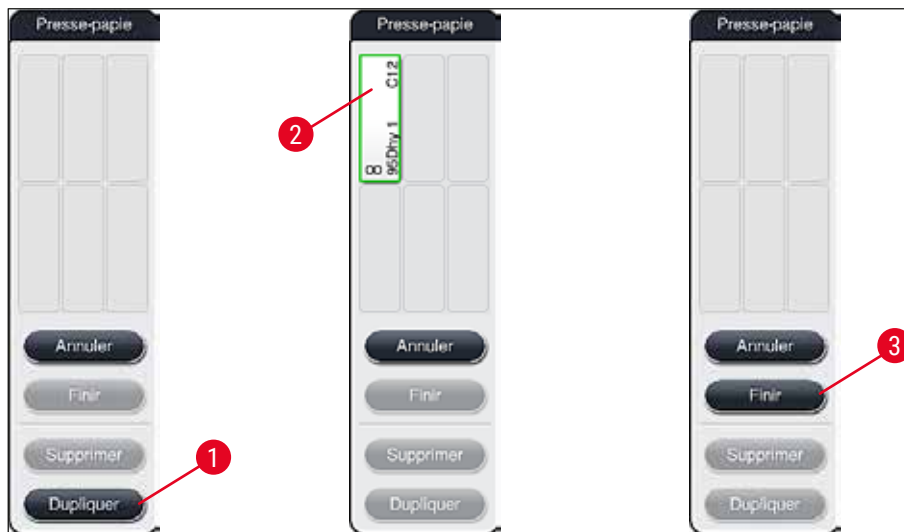

Fig. 54
2. Prendre connaissance du message d'information suivant, puis confirmer par **OK**. Une nouvelle fenêtre **Presse-papier** (→ "Fig. 54") s'ouvre.